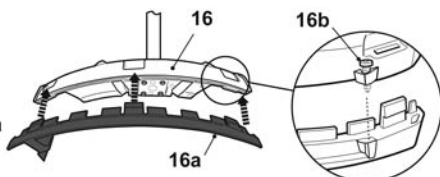

Рис. 6
- > Для работы в режиме триммера с режущей головкой, установите защитную насадку [16a] на защитный кожух [16], вставив три язычка в соответствующие пазы (Рис. 6) и завинтив винты [16b].